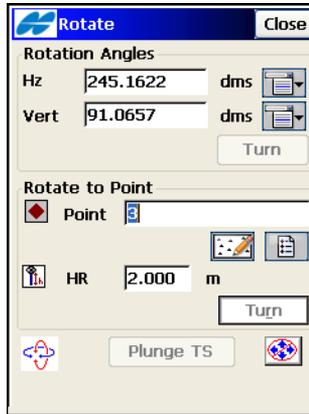

Abbildung 8-54. Drehen
10. Zum Drehen der Totalstation tippen Sie auf **Drehe** und geben im Fenster **Drehen** die Drehwinkel ein. Tippen Sie im entsprechenden Bereich auf **Drehe**, um die Drehung auszuführen (Abbildung 8-54). Verlassen Sie das Fenster **AutoTopo** mit der Schaltfläche **Schließen**.